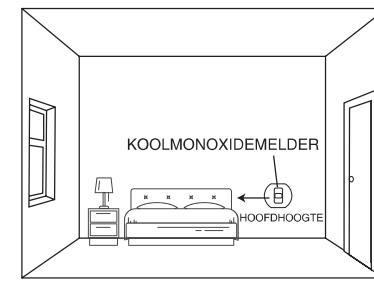

Figuur 1: Installatie in een ruimte met een op brandstof werkend toestel
1. Het installeren van een koolmonoxidemelder in een kamer met een op brandstof werkend toestel (zie figuur 1):